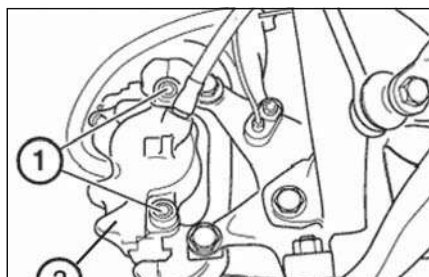

Рис. 13.3. Направляющие пальцы
- Отжав стопор, расстыковать ШР указателя толщины тормозной накладки (13) на левом суппорте. Тянуть за провод категорически запрещено. Удерживая пружину (14) тормозных колодок, отжать ее отверткой от суппорта и снять пружину.
Извлечь пластиковые защитные колпачки направляющих пальцев, применяя отвертку. Вынуть тормозной шланг из держателя. Используя «34.1.080» или торцовый шестигранный ключ на 7 мм, вывернуть направляющие пальцы (1, рис. 13.3) и снять суппорт (2), потянув его назад.